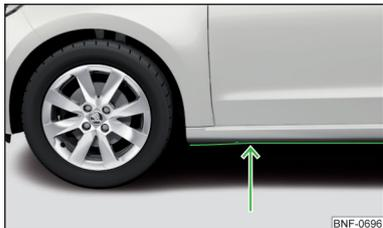

Fig. 124
- » Determine la profundidad del agua antes de un vadeo. El nivel del agua debe llegar como máximo al borde inferior del larguero inferior » fig. 124.